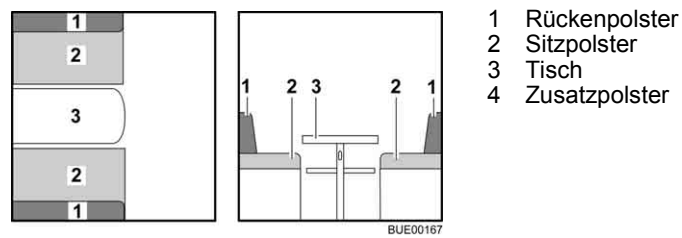

Bild 86 Vor dem Umbau
- Tisch (Bild 86,3) zum Bettunterbau umbauen (siehe Abschnitt 6.11).
- Die Rückenpolster (Bild 86,1) abnehmen und beiseite legen.